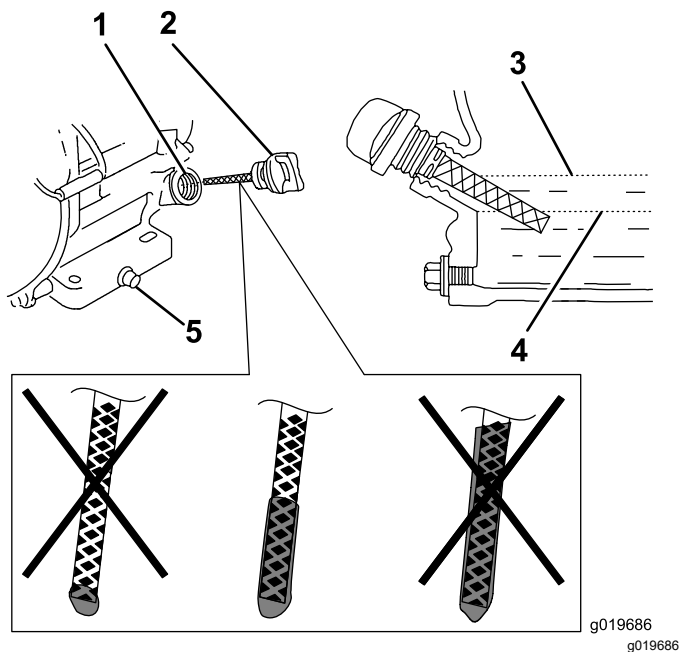

Figura 30
6. Retire a vareta e verifique o nível de óleo do motor (Figura 30).